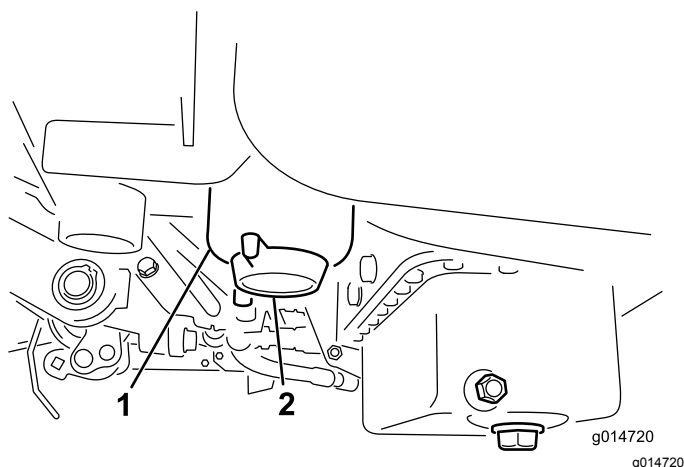

Figura 46
2. Pulite la superficie circostante la scatola del filtro (Figura 46).
4. Aprite il tappo di spurgo del filtro (Figura 46).